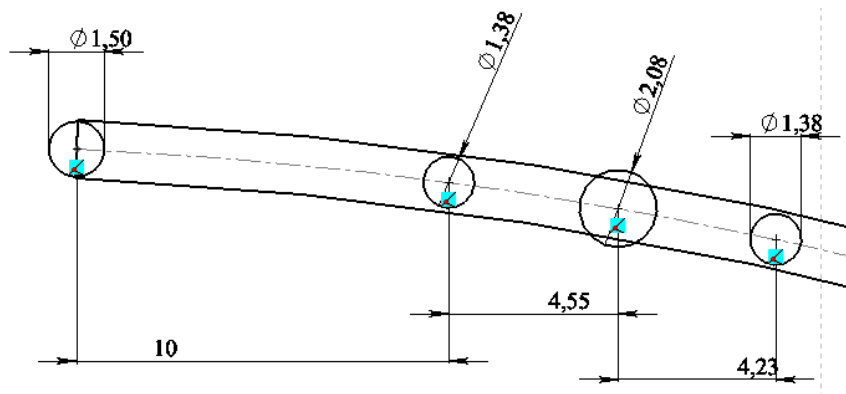

Рис. 6.2.10. Ескіз для створення решітки
12. Створимо захисну решітку, що складається з 4 концентричних кіл, що знаходяться на відстані 10мм. Розмістіть ці кола на вихідній дузі. Центр крайнього кола має співпадати з вільним початком дуги, а центри інших кіл – лежати на дузі. Проставте діаметри кіл та розміри між колами (рис. 6.2.10). Необов'язково, щоб всі розміри окрім 2 перших співпадали з тими, що на рисунку.